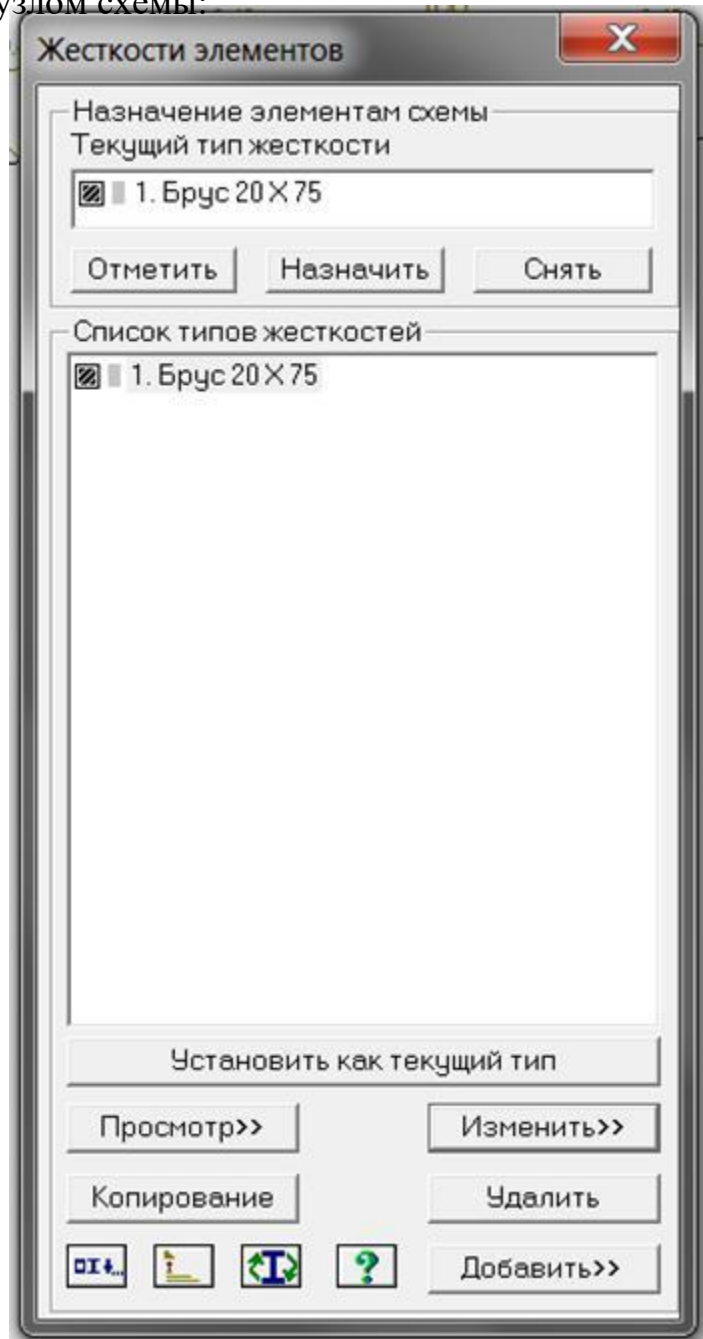

Рис. 2.23. Диалоговое окно Жесткости элементов
- С помощью меню Жесткости □ Жесткости элементов (кнопка  на панели инструментов) вызовите диалоговое окно Жесткости элементов (рис.2.23).